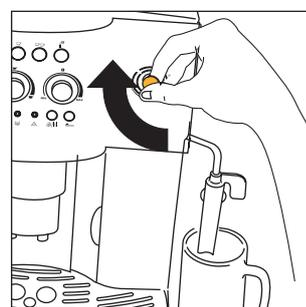

Fig.6
4. Au bout de quelques secondes, de l'eau sortira de la buse à cappuccino. Dès que la tasse contient environ 30 cc, tournez la commande vapeur d'un demi-tour dans le sens des aiguilles d'une montre (fig. 6) pour arrêter la sortie d'eau.
- Pour arrêter la sortie d'eau chaude, tournez le robinet dans le sens des aiguilles d'une montre (fig. 6) et ramenez la buse à cappuccino dans sa position initiale vers le centre de la machine.
- Poussez vers l'extérieur la buse à cappuccino (fig. 6)
- Arrêtez la sortie de vapeur en tournant complètement la manette dans le sens des aiguilles d'une montre (fig. 6)
- Une fois la température désirée atteinte, arrêtez la sortie de vapeur en tournant complètement la manette dans le sens des aiguilles d'une montre (fig. 6)